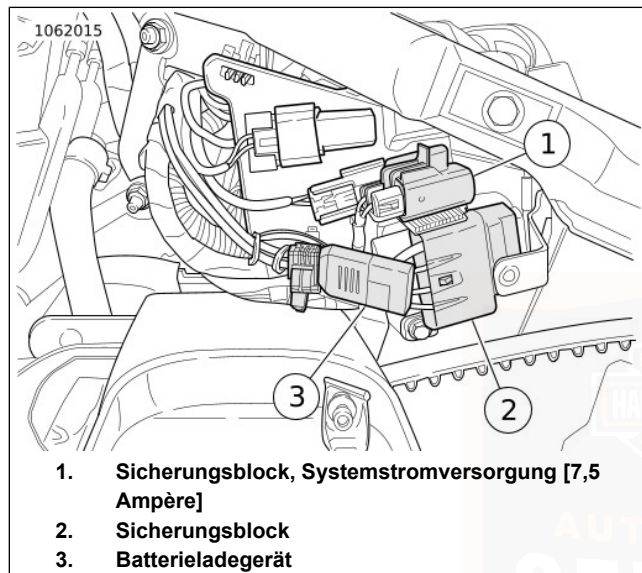
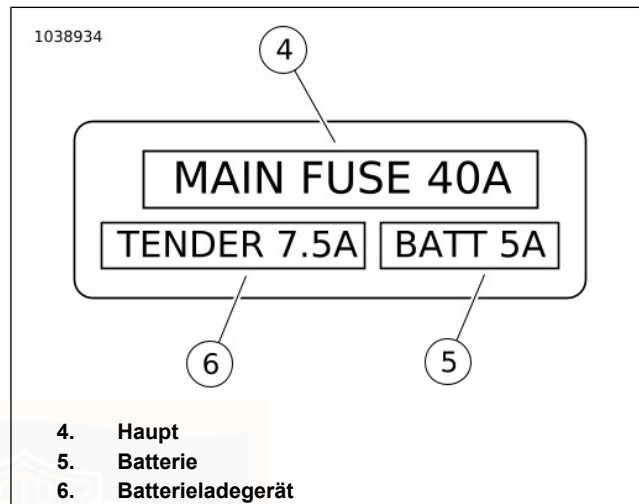

Abbildung 82. Sicherungen
Abbildung 83. Sicherungsblock
3. Siehe Abbildung 82 und Abbildung 83. Sicherungsblock aus der Elektrihtafel am Motorrad ausbauen.